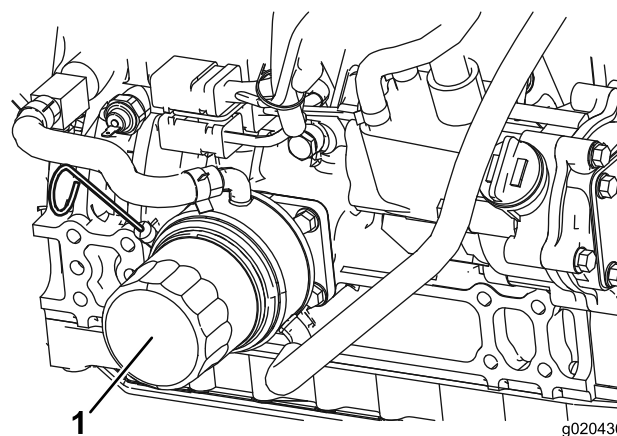

Figura 52
2. Togliete il filtro dell'olio (Figura 52). Applicare un velo di olio pulito sulla tenuta del nuovo filtro prima di avvitarla. **Non serrate troppo.**